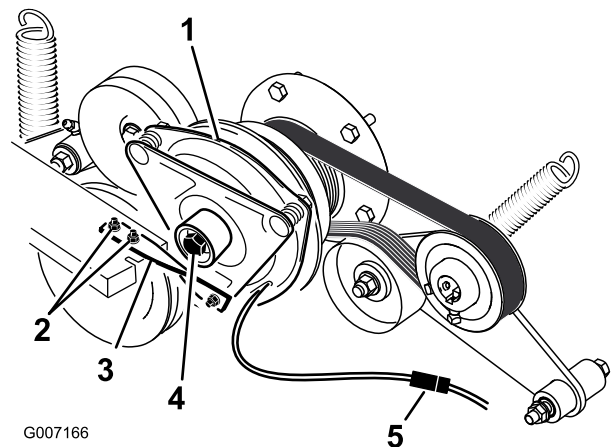

Figure 65
5. Débranchez la connexion électrique de l'embrayage (Figure 65).
6. Déposez les boulons qui fixent la barrette d'embrayage en caoutchouc au cadre du plateau de coupe (Figure 65).
7. Déposez le boulon central de fixation de l'embrayage à l'arbre du moteur, et déposez l'embrayage et la clavette (Figure 65).